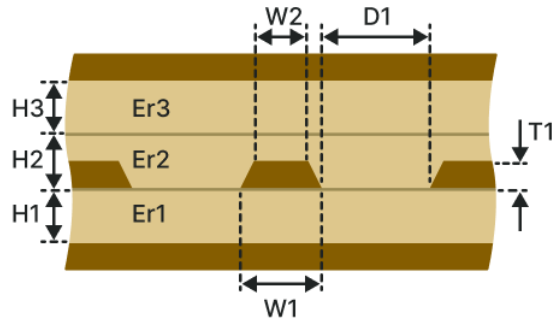

Рис. 166 Копланарная полосковая ЛП
- Копланарная полосковая ЛП (КП-1Н2В), см. Рис. 166.